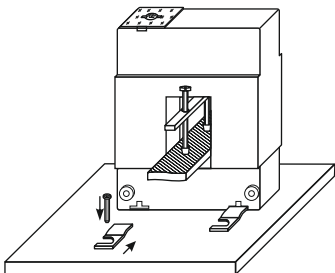

Рисунок 4 – Установка трансформаторов тока модификаций ТРП-23 на шине при помощи крепежной пластины и винтов
- зафиксируйте трансформатор на шине при помощи монтажных винтов, пластиковых колпачков и гаек, как на рисунке 3 (для ТРП-23 используйте монтажную пластину, рисунок 4).